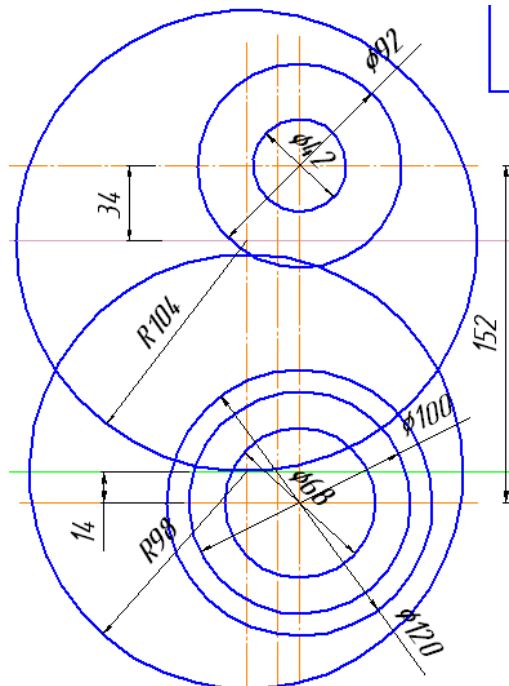

Рис. 3
3. Изобразить все заданные окружности (рис. 3). Для точного указания точек использовать объектную привязку **Пересечение**. Для этого щелкнуть на кнопке –  **Установка глобальных привязок** и в открывшемся окне установить опцию **Пересечение**.